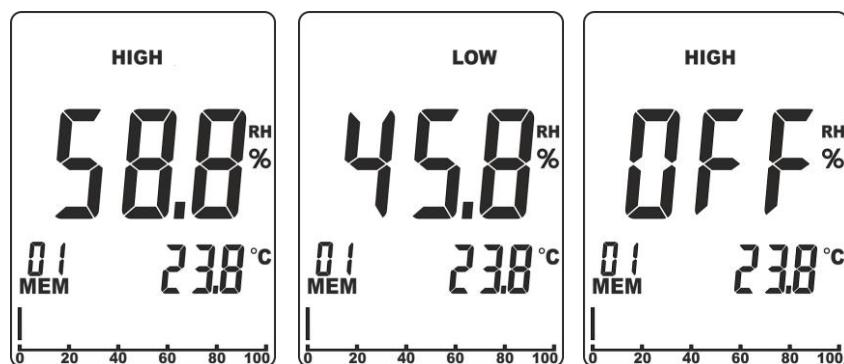

Abb. 5: Einstellung von Alarm-Schwellen für die Messung %RH
1. Drücken und halten Sie die Tasten **RH%** und **MODE/ZERO** gleichzeitig einige Sekunden lang. Das Symbol "HIGH" wird im Display auf der Oberseite angezeigt (siehe Abb. 5 – linke Seite).
2. Benutzen Sie die Pfeiltasten **◀** oder **▶** zur Einstellung des maximalen Grenzwerts im Bereich: **0.1% ÷ 99.9%**. Bei diesen Bedingungen gibt das Gerät einen **intermittierenden** Ton ab, wenn der gemessene Feuchtigkeitswert die Alarmgrenze überschreitet. Wählen Sie **“OFF”** zur Deaktivierung der Alarmgrenze (siehe Abb. 5 – rechte Seite).
3. Drücken Sie die Taste **MEM/ALM** zur Bestätigung und zum Wandern zur Einstellung des minimalen Grenzwerts. Das Symbol **“LOW”** wird im Display auf der Oberseite angezeigt (siehe Abb. 5 – Mitte).